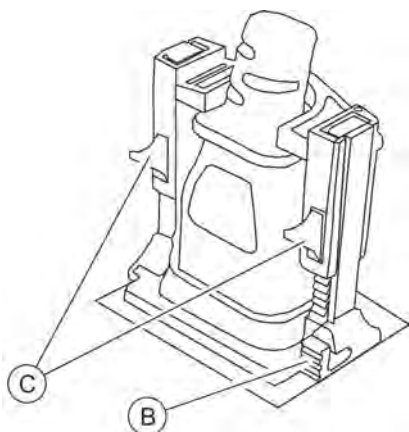

Fig. 17 : Montage de l'étrier de verrouillage
3. ➔ Faire glisser l'étrier de verrouillage par le haut sur les tiges pour fixer la fiche (Fig. 17).
Pour défaire la fixation, l'étrier de verrouillage ou les tiges doivent être défaits avec le levier de déverrouillage (Fig. 17 / Ⓐ et Ⓑ).